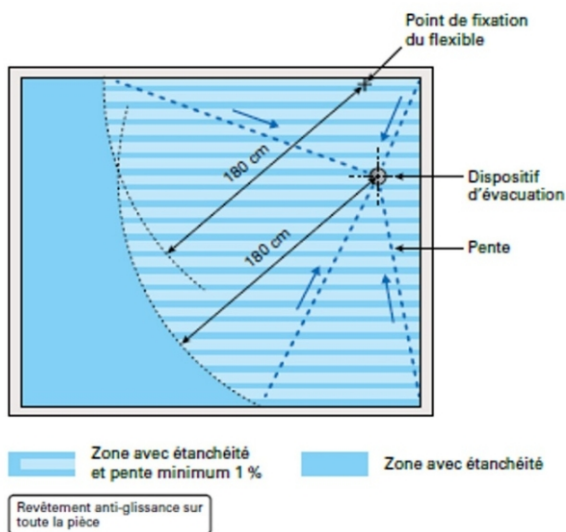

Figure 3 – Système non cloisonné – cas des projections d'eau non contenues dans l'espace douche
- Ressaut éventuel à bords chanfreinés ou arrondis, jusqu'à 2 cm au droit du seuil de la porte d'entrée de la salle d'eau afin d'éviter les migrations d'eau en dehors de la pièce selon le positionnement de la porte d'entrée par rapport à la position du siphon et de la fixation du flexible de douche (cf. figures 3 et 4).